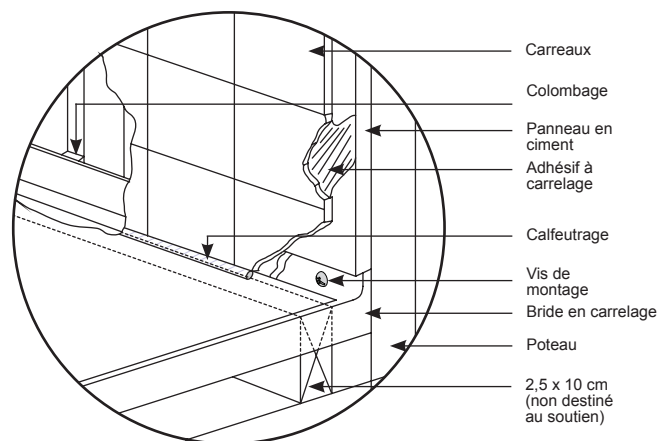

Figure 13 - finition
- 11 Calfeutrez tout le travail terminé autour du périmètre de la baignoire pour sceller l'espace entre la bordure et le support fini (figure 13).